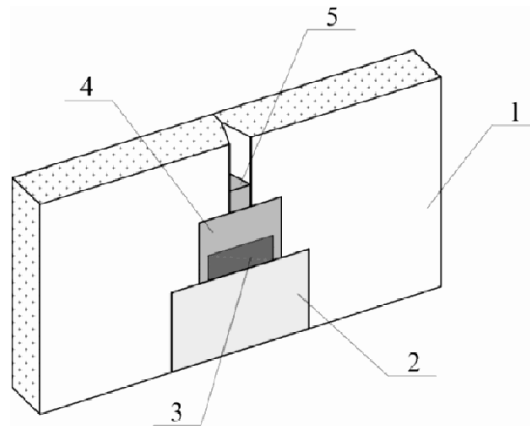

Рис. 13.1 Обработка стыка гипсокартонного листа с обрезанной кромкой и снятой фаской под  $22,5^\circ$  на  $2/3$  толщины листа
13.28 При обработке стыка гипсокартонных листов с обрезанными кромками и со снятой фаской под 22,5° на 2/3 толщины листа после обеспыливания поверхности наносят первый слой шпаклевки, вдавливая материал в стык шпателем с удалением излишков, затем на затвердевший и сухой первый слой наносят накрывочный слой шпаклевки, в который вдавливают армирующую ленту по центру стыка. После схватывания шпаклевки с утопленной в нее армирующей лентой с поверхностью шва завершают обработку стыка выравнивающим слоем шпаклевки (см. рисунок 13.1).